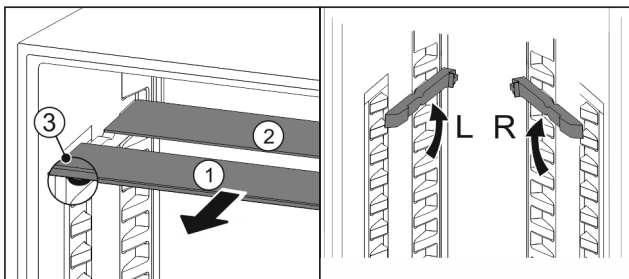

Fig. 80
- estrarre i ripiani di vetro singolarmente tirando in avanti Fig. 80 (1).
- Il piano in vetro Fig. 80 (1) con il motivo ornamentale è nella parte anteriore.
- I fermi Fig. 80 (3) sono rivolti verso il basso.